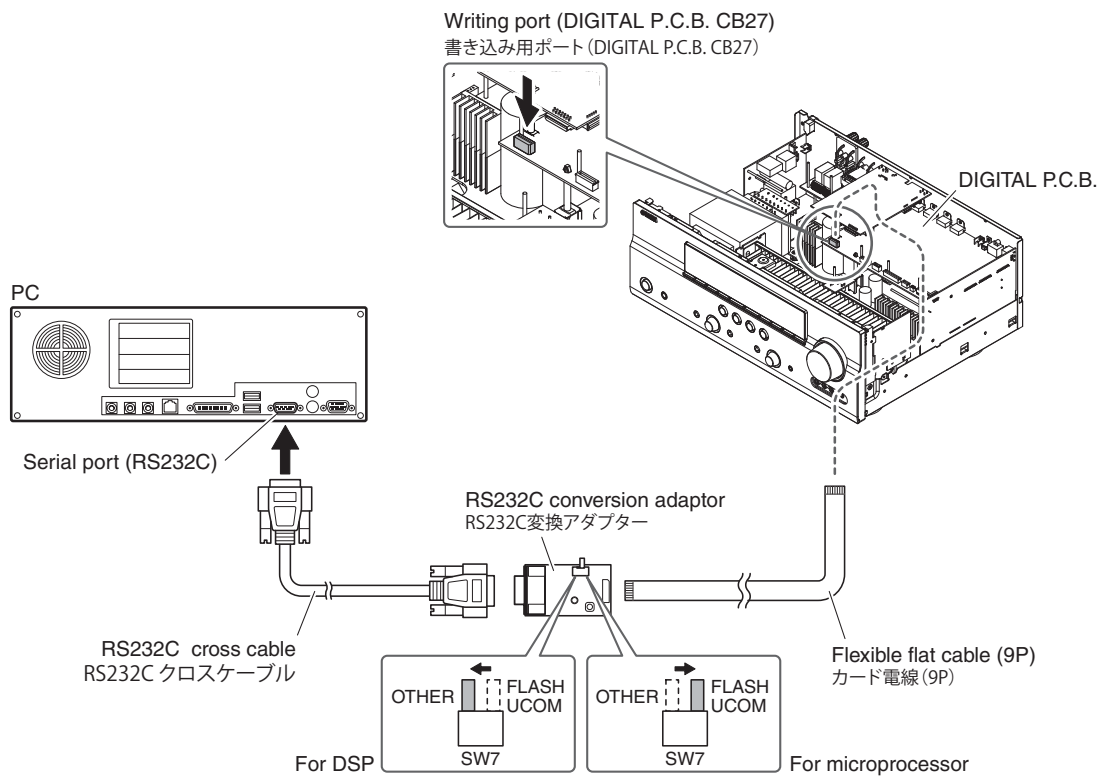

Fig. 1
2. Connect the writing port (CB27 of DIGITAL P.C.B.) of this unit to the serial port (RS232C) of the PC with RS232C cross cable, RS232C conversion adaptor and flexible flat cable as shown below. (Fig. 1)
3. Set the switch (SW7) of RS232C conversion adaptor as shown below. (Fig. 1)
2. 本機の書き込み用ポート (DIGITAL P.C.B. CB27) と PC のシリアルポート (RS232C) を下記のように接続します。(Fig. 1)
3. RS232C 変換アダプターのスイッチ (SW7) を下記のように設定します。(Fig. 1)